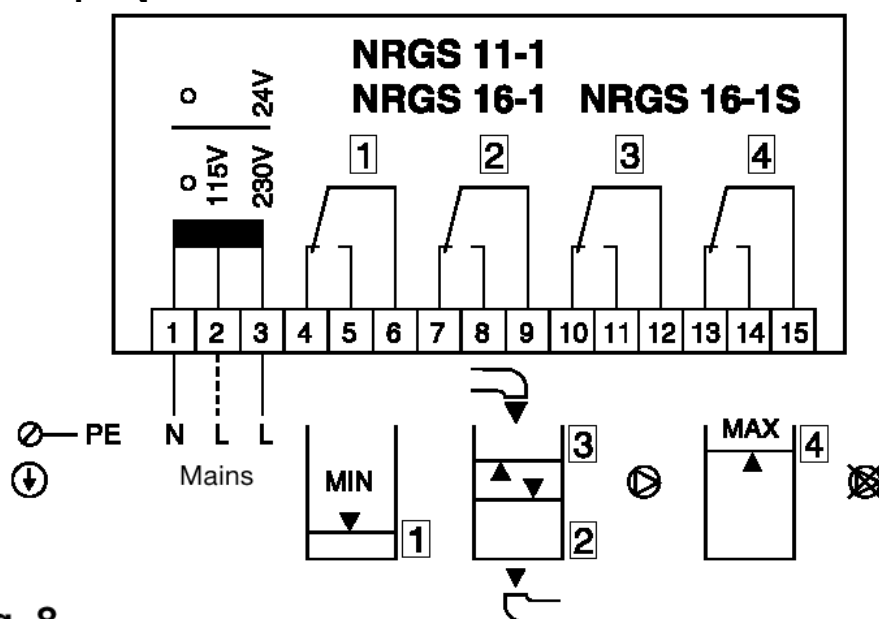

Fig. 8
1. Sprawdzić czy połączenia elektryczne zostały wykonane zgodnie ze schematem połączeń **Rys. 8**.